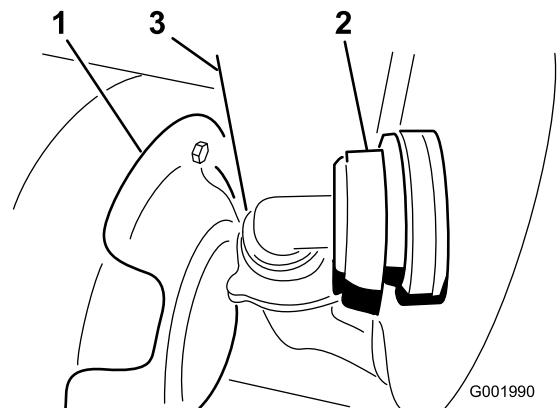

Figure 57
3. Débranchez le flexible situé sur la face avant inférieure de la cuve (Figure 57).
Remarque: Il faudra éventuellement pousser le déflecteur de chaleur (Figure 57) en arrière pour déposer le couvercle.
7. Branchez le flexible à l'avant de la cuve (Figure 57).